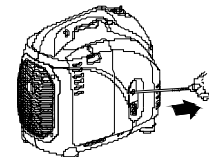

Рис. 18
**е)** Медленно потяните за ручку стартера до появления сопротивления. Верните ручку в исходное положение и затем, прочно зафиксировав генератор, быстро и сильно потяните за ручку. (при первом запуске проделать эту процедуру несколько раз, чтобы топливо попало в карбюратор (модели 2000i, 2700i, 3000i(iL) (Рис.18).